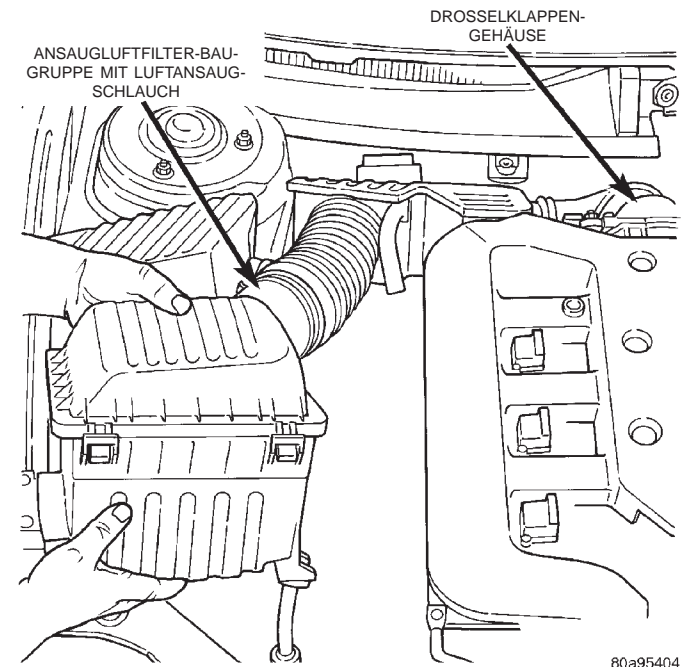

Abb. 7 Ansaugluftfiltergehäuse mit Luftansaugschlauch
- (1) Das Minuskabel (-) am externen Überbrückungsanschluss abklemmen.
- (2) Das Ansaugluftfiltergehäuse einschließlich Luftansaugschlauch abbauen (Abb. 7).